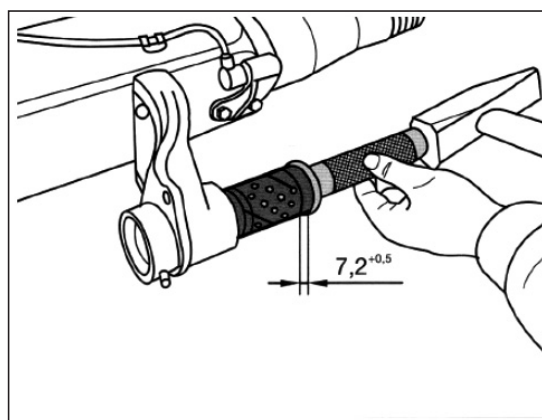

図 .7-1-2-1
ブッシュは $7.2+0.5\text{mm}$ 外に出しておく。ブッシュの出し入れは軽く叩き、必要に応じてブレーキアンカープレートに反対側から力を加える。(図7-1-2-1)
2. Cクリップ A を溝に入れ、シール B と Oリング C (緑φ 40 × 2.5) をベアリングシートに押し込む。(図7-1-2-2)